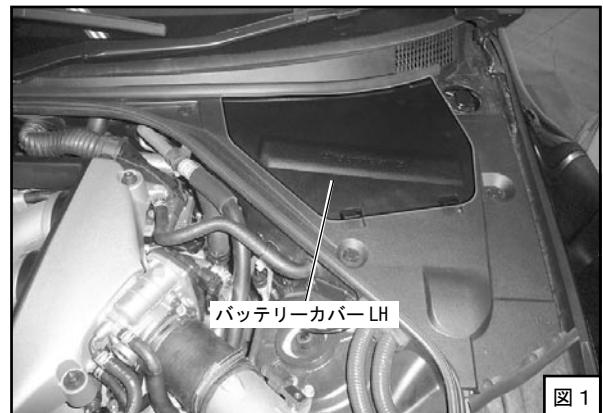

図 1
- (1) バッテリーカバー LH を外してください。(図 1)
- (2) バッテリーのマイナス端子（-）からケーブルターミナルを取外してください。